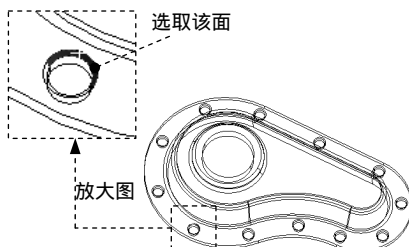

图 2.6.18 选取曲面 (三)
(1) 在图形区选中图 2.6.18 所示的曲面对象并右击，在弹出的快捷菜单中选择 **Create Named Selection** 命令，弹出“Selection Name”对话框。